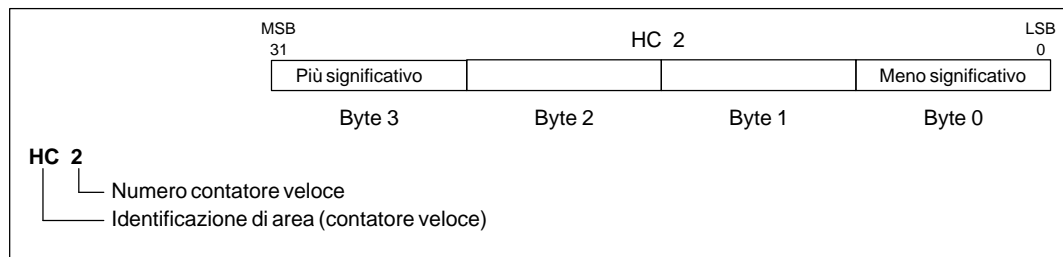

Figura 10-15 Accesso ai valori correnti dei contatori veloci
Se si desidera accedere al valore di conteggio dei contatori veloci si specifichi l'indirizzo del contatore veloce mediante il tipo di memoria (HC) e il numero del contatore (p. es., HC0). Il valore corrente del contatore veloce è un valore di sola lettura e può essere indirizzato solo in formato di doppia parola, come riportato alla figura 10-15.